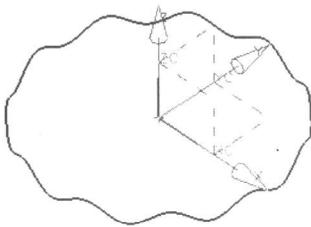

图1-3
- 使用【规律曲线】功能中的【根据方程】方式创建规律曲线，结果如图 1-3 所示。